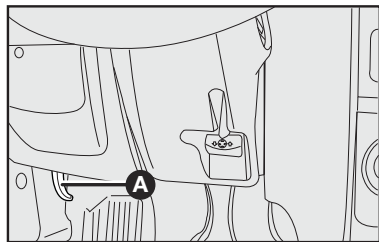

fig. 102
- 1) puxar a alavanca **A-fig. 102**.